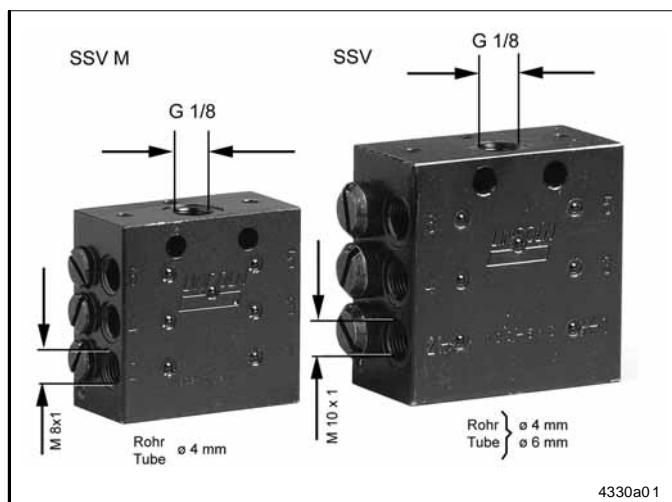

Fig. 11 Caratteristiche distintive tra SSV e SSV M
- I distributori progressivi SSV e SSV M funzionano allo stesso modo. Si distinguono, oltre che per le rispettive dimensioni (vedi „Dimensioni“) anche per alcune caratteristiche tecniche (Fig. 11):